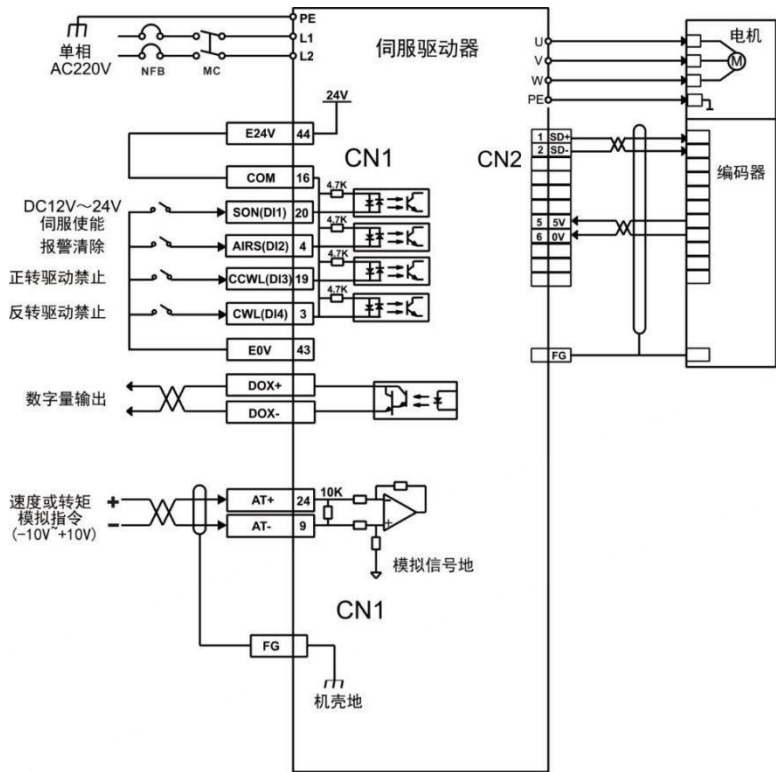

图5.6 转矩模式接线图
- 3) 参考图5.6配线说明连接CN1端子中的所需的DI/DO信号，如伺服使能，报警清除，定位完成信号等。